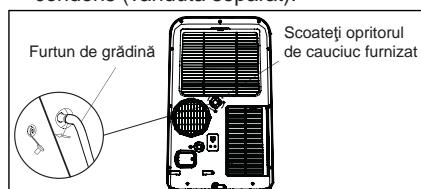

Fig. 25
- Pe durata modului de dezumidificare, veți avea nevoie de un furtun de grădină (se vinde separat) pentru a evacua condensul din unitate. Scoateți opritorul de cauciuc de la conectorul furtunului, apoi fixați de conector un furtun de grădină, conform indicațiilor din Fig. 25.